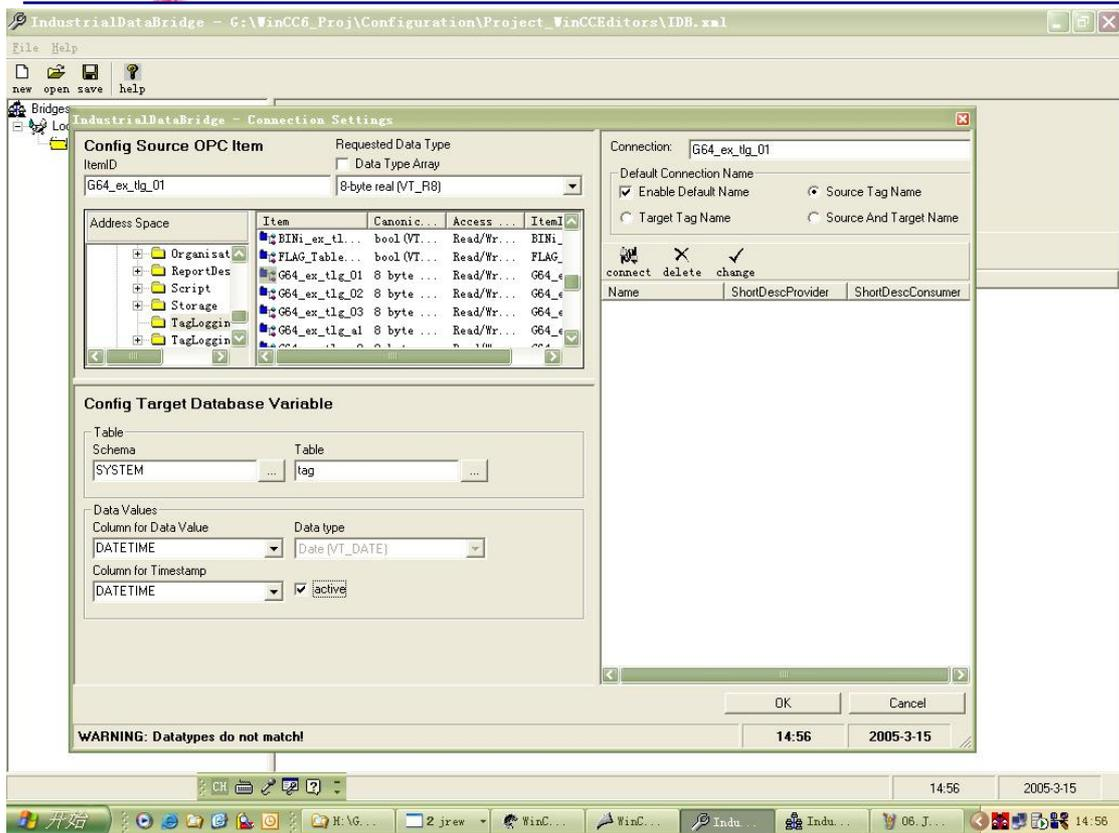
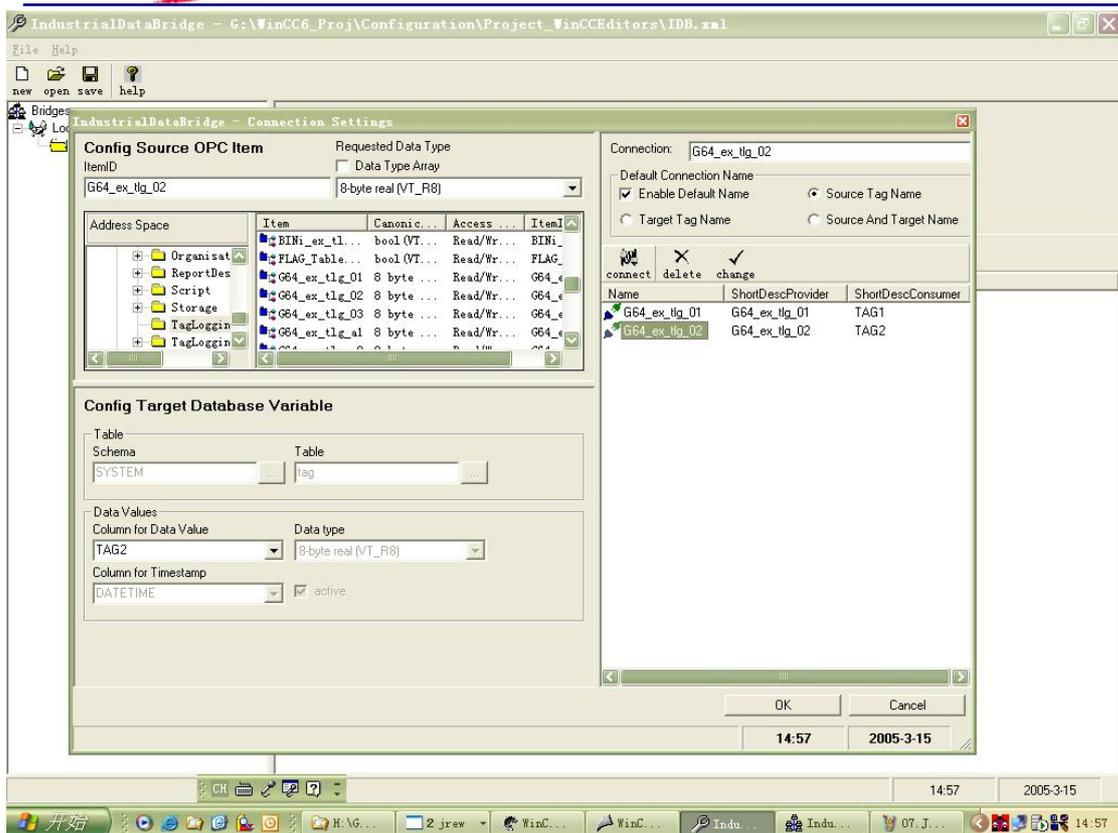

图 7：选择数据源变量
图 8: 选择数据库表格列名
2.6 在连接→组的导航台右侧，单击“add”，在组态数据源的 OPC 条目中添加 WinCC 变量管理器中的变量，指定相应的数据类型。在组态数据目标数据库变量中选择相应的数据库和表格，以及数据列和时间列。完成组态后保存.xml 文件。如图 7 和图 8 所示。